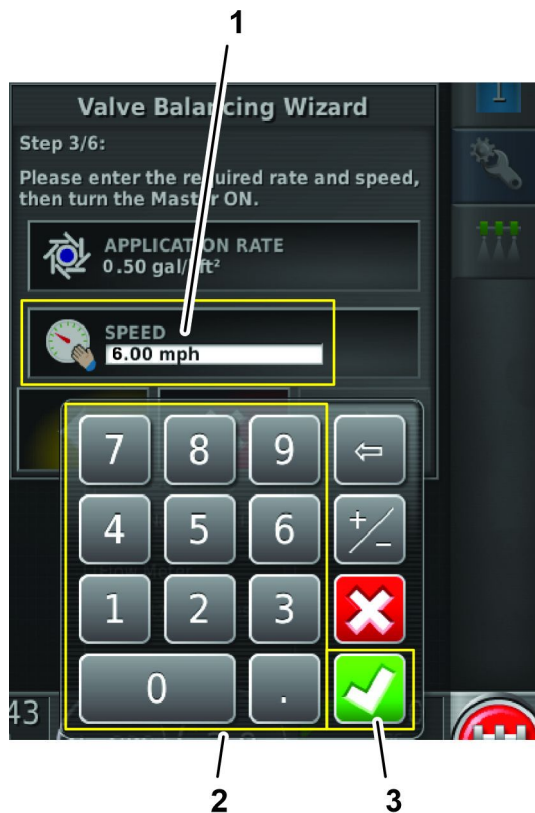

Figura 138
7. Utilice el teclado numérico para introducir la velocidad sobre el terreno a la que fumigará y, a continuación, pulse el Icono Confirmar (Figura 138).